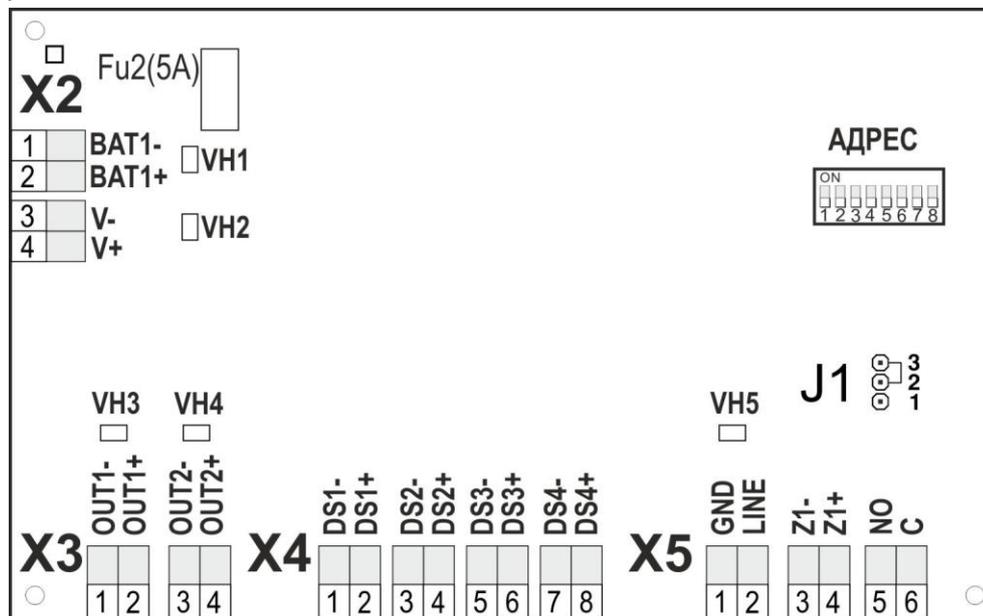

Рисунок 1
- 4.2. Основным элементом шкафа является плата адресного источника питания «СФ-АКИП» (рис. 1). Плата «СФ-АКИП» обеспечивает контроль и управление основным и резервным вводами электропитания, управляет индикаторами состояния, осуществляет передачу сообщений на центральную станцию по интерфейсу S2.